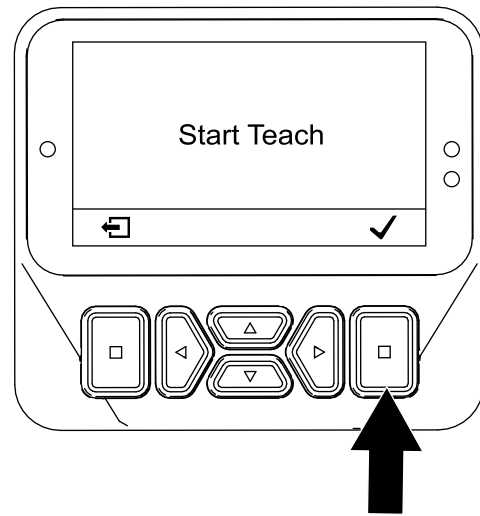

Figure 63
5. Dans l'écran PRESS OK TO START TEACH (appuyer sur OK pour lancer l'apprentissage) (Figure 63), appuyez sur le bouton de sélection.